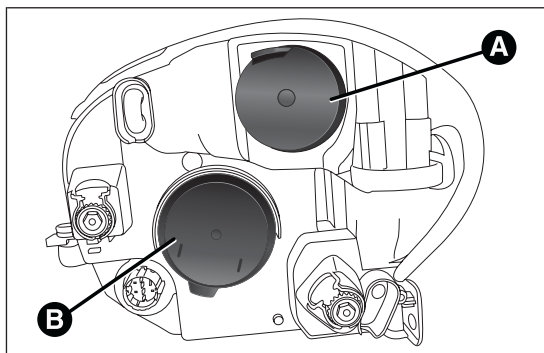

fig. 158
La disposition des ampoules est la suivante fig. 158 :
- retirer le couvercle A fig. 158 ;
- pour finir, remonter le couvercle A fig. 158.
- retirer le couvercle B fig. 158 ;
- pour finir, remonter le couvercle B fig. 158.